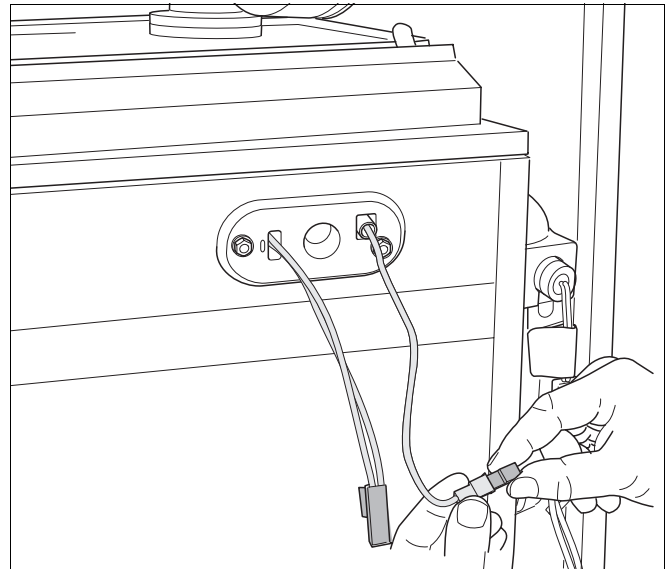

Fig. 99 Stekker ionisatie-elektrode demonteren
- Verwijder de stekkerverbinding van de controlekabel (→ fig. 99).